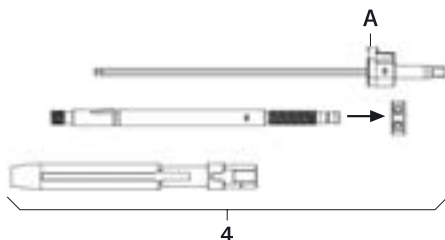

Fig. 2
- Démontage du levier de réduction **4**, voir Fig. 2: appuyer fortement sur le bouton **A** et retirer le tournevis FW234R.